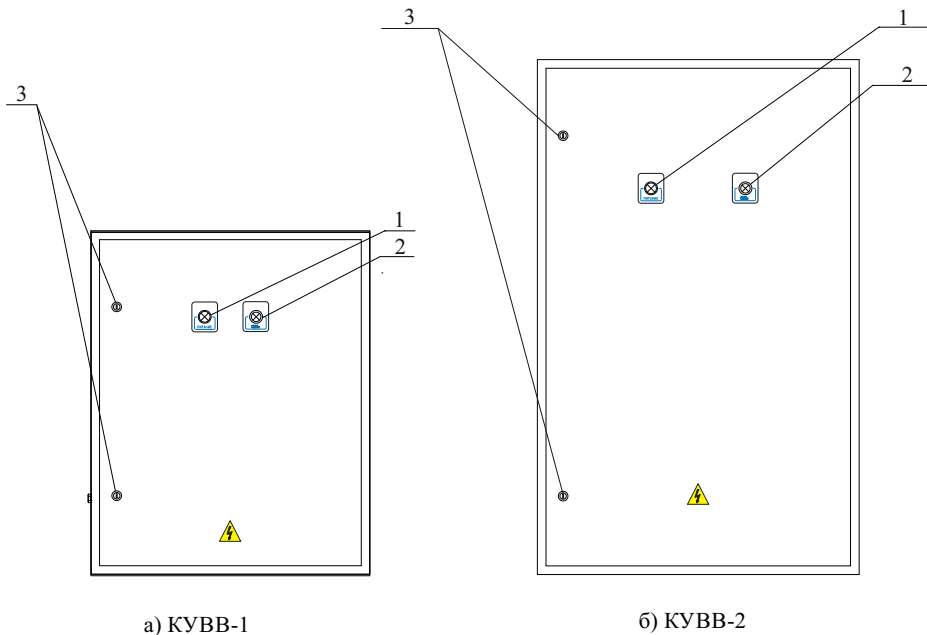

Рисунок 3 – Внешний вид КУВВ
5.2 На лицевой стороне дверцы КУВВ расположены (рисунок 3):